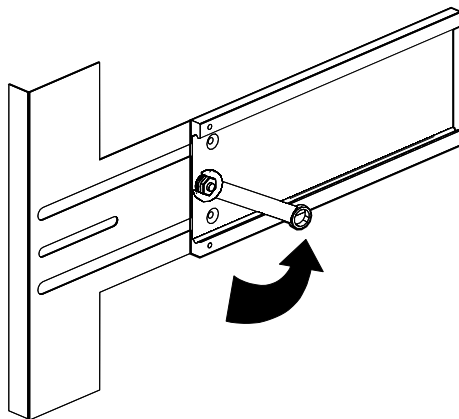

図 1-6 レール部品のスライドのナットの取り外し
1. 各スライド部品の背面側のナットを取り外します (図 1-6)。